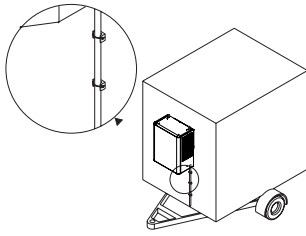

Fig. 1.2.4.b
- A) FIJAR los soportes para abrazaderas en la pared de la cámara con tornillos autoenroscantes (fig 1.2.4.a).
C) FIJAR la vaina espiralada a los soportes con abrazaderas (Fig.1.2.4.b).
E) FIJAR la plancha de protección al descarga con tornillos, a la pared de la cámara (Fig.1.2.4.c).
Fig. 1.2.4 a